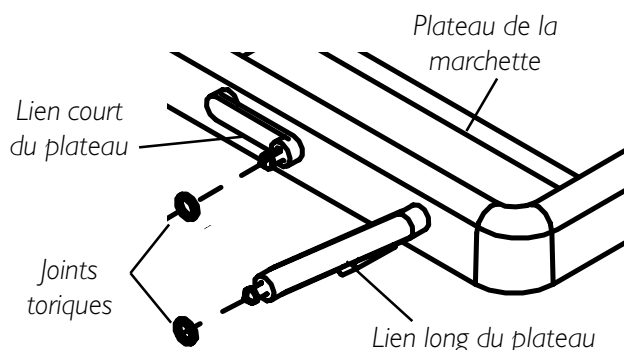

FIGURE 3 - INSTALLER LES JOINTS TORIQUES SUR LES LIENS DU PLATEAU
INSTALLER LES JOINTS TORIQUES SUR LES LIENS DU PLATEAU (FIGURE 3)
1. Installer les quatre (4) joints toriques sur les extrémités des liens du plateau tel qu'illustré à la FIGURE 3.